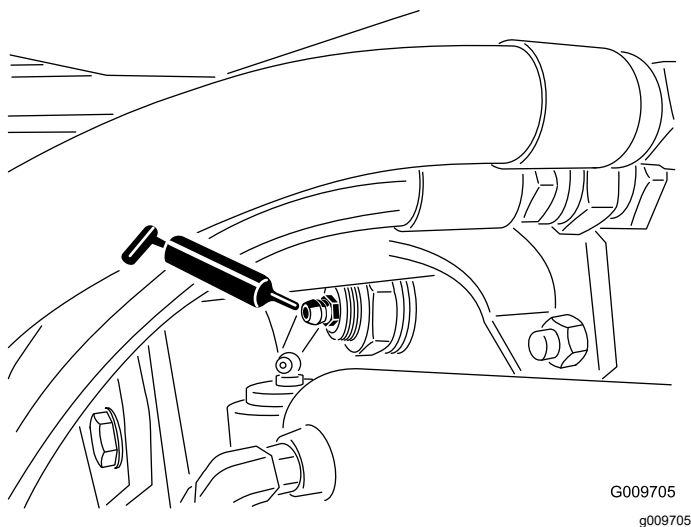

Рисунок 82
- Втулки шарниров заднего моста (2 шт.), как показано на Рисунок 82.